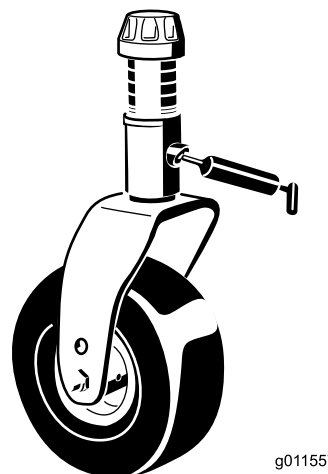

Figure 65
- Bagues d'axe de fourche de roue pivotante (2) (Figure 65)